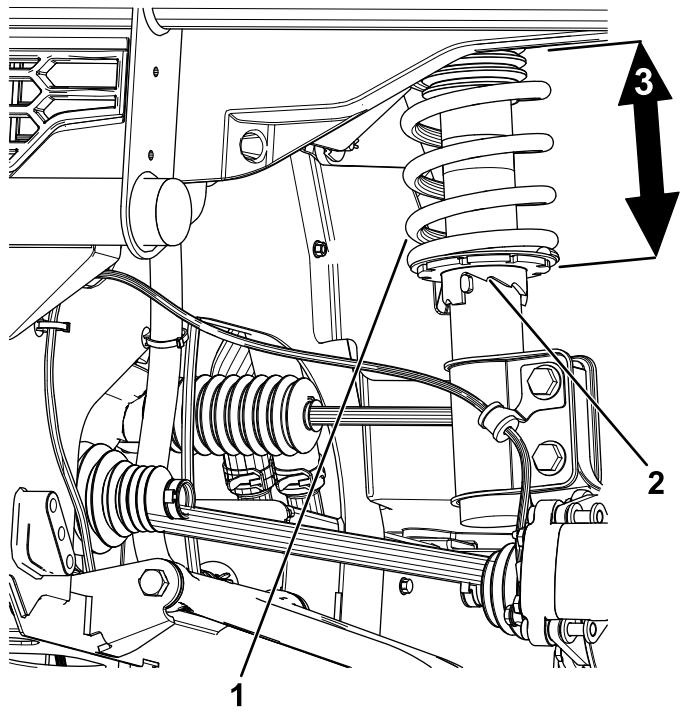

図 103
2. 地上高が上記の高さでない場合は、スプリング式調整レンチでショックアブソーバのカラーを回してホイールを整列させる**図 103**。